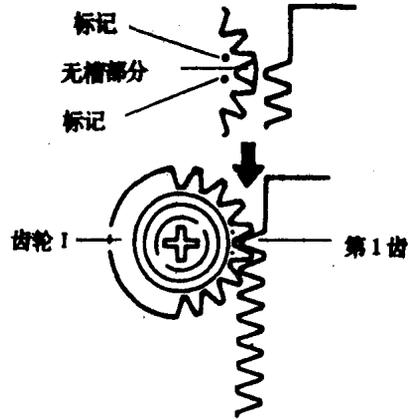

图 1-1-5
(2)将托盘 I 的第 1 齿调到齿轮 I 的无槽位置(两标记齿的中部),插入托盘 I (如图 1-1-5 所示)。